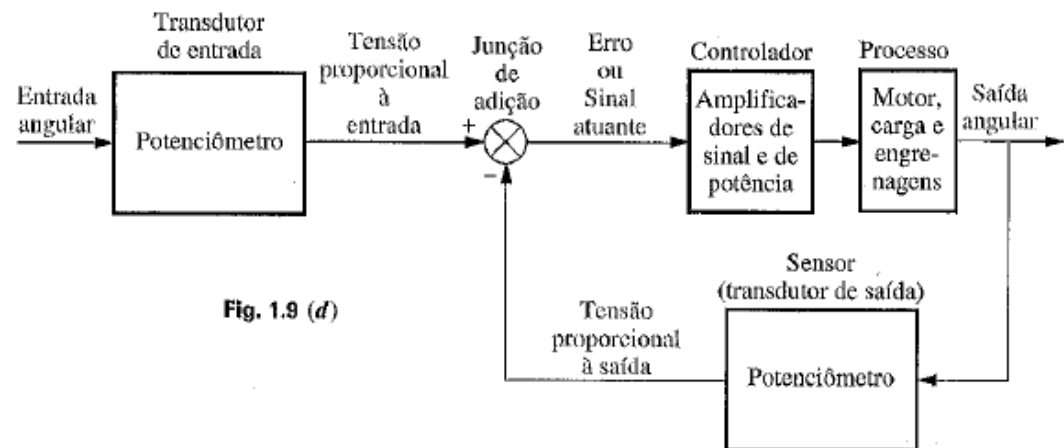

Fig. 1.9 (d)
**2.** Um sistema de controle de temperatura opera sentindo a diferença entre o ajuste do termostato e a temperatura real e em seguida abrindo uma válvula de combustível de uma quantidade proporcional a esta diferença. Desenhe um diagrama de blocos funcional a malha fechada semelhante ao da Fig. 1.9(d), identificando os transdutores de entrada e de saída, o controlador e a planta. Além disso, identifique os sinais de entrada e de saída para todos os subsistemas descritos anteriormente.